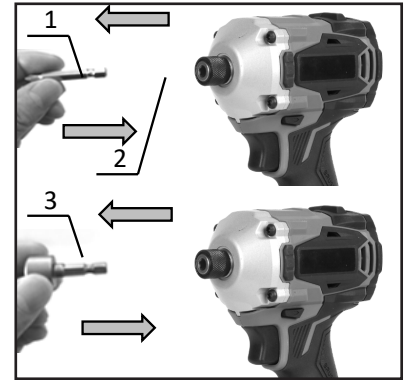

Fig. 9
- Per installare la punta o la bussola, tirare la bussola in direzione della freccia e inserire la punta o la bussola nella bussola fino all'arresto. Rilasciare quindi il manicotto per fissare la punta del driver. (Fig. 9)